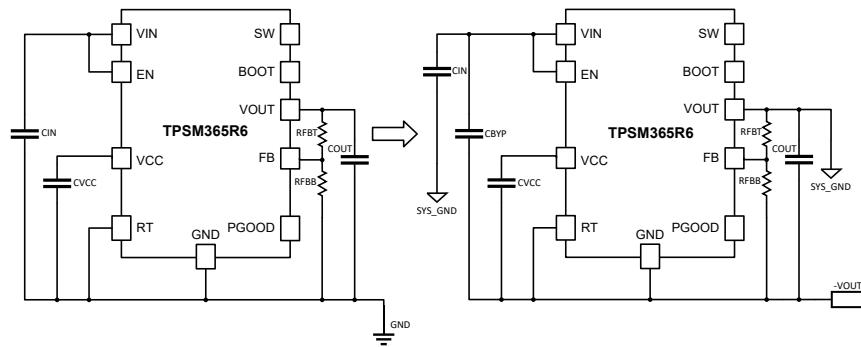

图 1-1. 从降压转换为反相降压/升压拓扑
在标准配置中，TPSM365R6 IC 可承受其 V_{IN} 和 IC GND 引脚之间的 65V 差值。但在 IBB 中，TPSM365R6 IC GND 以负输出电压引脚 - V_{OUT} 为基准，请参阅图 1-1。TPSM365R6 的 V_{IN} 和 TPSM365R6 IC GND 引脚之间将产生从 V_{IN} 至 - V_{OUT} 的电势差，可有效限制 TPSM365R6 模块在反相降压/升压配置中的输入电压范围。例如，对于 -12V 的输出电压，最大输入电压将为 53V，这会导致 TPSM365R6 IC 的 V_{IN} 和 GND 引脚之间产生 65V 的电位差。TPSM365R6 IBB 拓扑中的输出电压范围为 -1.8V 至 -13V。
标准降压评估模块的 CIN 在反相降压/升压配置中充当旁路电容器，如图 1-1 所示。所含的这个电容器将具有来自评估板的固有 $2.2 \mu F$ 电容，但可以添加更多旁路电容以提高负载瞬态性能。
当增加更多的输出电容时，稳定性是系统中的一个重要因素。稳定设计的一般经验法则是所需的相位裕度 (PM) 至少为 45° 且低于 70° 。在某些情况下，为了保持系统开环条件的稳定性，需要使用前馈电容器 C_{ff} 。TPSM365R6 EVM 本身包含一个 $10 \mu F$ 前馈电容器。作为一般经验法则，方程式 5 可用于确定 C_{ff} 的有效值。 C_{ff} 将放置在 RFBT 电阻器上，如图 1-1 所示。